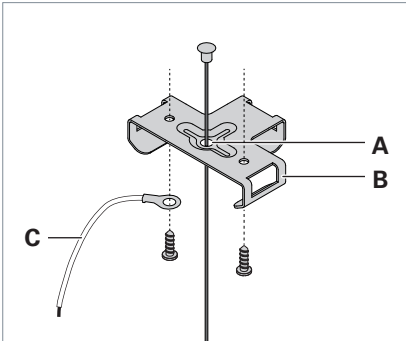

Fig. 6: Halteblech montieren.
- ▶ Führen Sie ein Drahtseil von oben durch die Aussparung **A** des Haltebleches **B**, siehe Fig. 6.